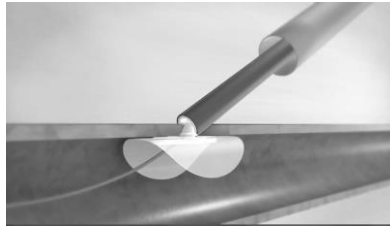

Abbildung 13. Tamponadenposition, an der Arteriotomie anliegend positioniertes Implantat.
- b. Das Gerät um weitere 1,5 Stufen zurückziehen (= insgesamt 3,5 Stufen). An dieser Stelle sollte ein leichter taktiler Widerstand festgestellt werden, der dadurch verursacht wird, dass sich das Implantat im Lumen der Arterienwand verankert. Die Tamponadenposition wurde somit erreicht und das Implantat kontrolliert nun die Blutungen aus der Arteriotomie. Abbildung 13.